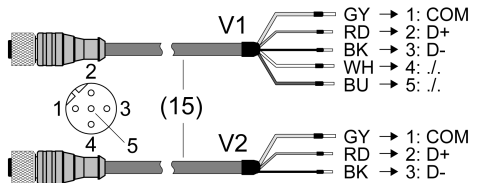

Bild 5: Anschlussleitung V1 und V2
- Aufgrund einer technischen Umstellung können unter der Art.-Nr. il LTGDAL... zwei Typen von Anschlussleitungen im Lieferumfang enthalten sein (Bild 5).